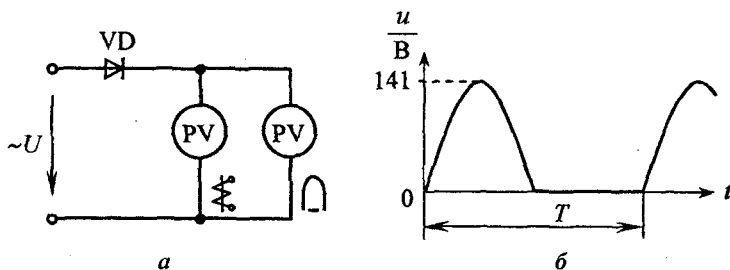

Рис. 4.5
**Задача 4.9.** К цепи рис. 4.5, а приложено синусоидальное напряжение  $u = 141 \sin \omega t$  В.
**Решение.** На рис. 4.5, б показана форма кривой напряжения, приложенного к приборам.